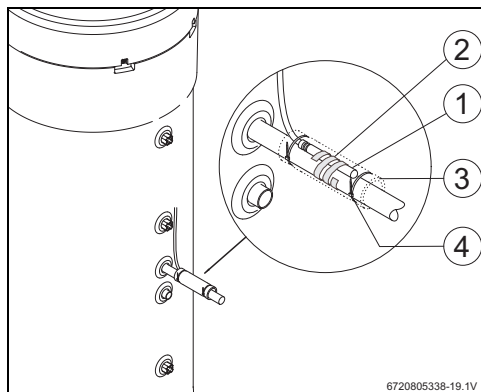

Fig. 12
- Posizionare la sonda di temperatura che viene collegata all'accessorio (fig. 12, [1]) come rappresentato in fig. 12.
- Fissare la sonda di temperatura con la spirale in plastica fornita al tubo dell'acqua (fig. 12, [2]).
- Avvolgere la sonda di temperatura con il materiale isolante (fig. 12, [3]).
- Fissare l'isolamento con 2 fascette legacavi fornite (fig. 12, [4]).